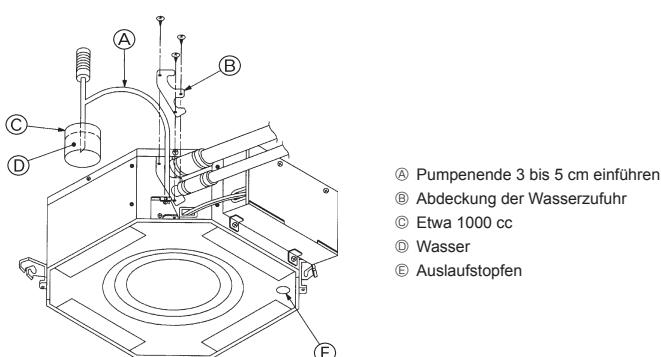

Fig. 6-3
- Bei Ausführung der Schritte ② bis ⑦ die Fernbedienung auf das Empfangsteil der Innenanlage richten.
6.3. Überprüfung der Dränage (Fig. 6-3)